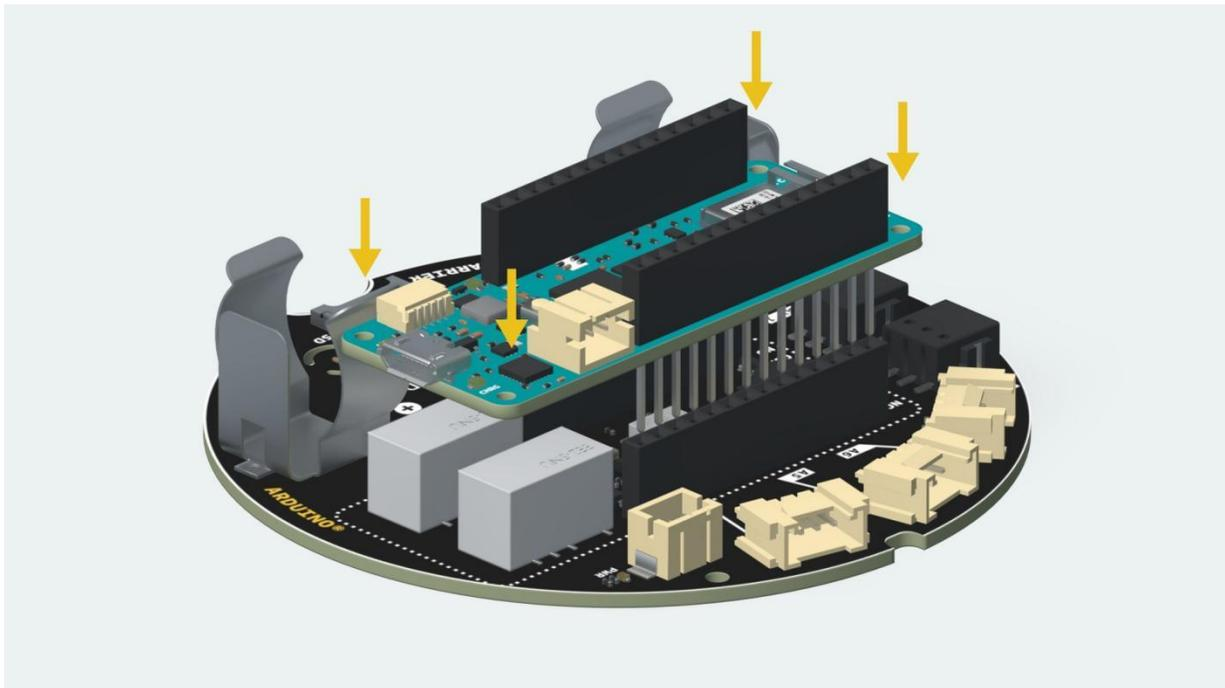

Figura1.
1.- Coloque el Arduino MKR Zero encima del Carrier Arduino MKR IoT como se muestra en la Figura1.
**Nota:** Asegúrate de conectar la tarjeta de la misma forma que en la Figura1. Una buena manera de hacerlo es mirar los números de pin de la placa y de la Carrier y asegurarse de que coinciden.